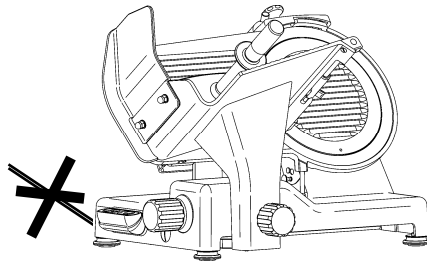

Abb.22
- Nicht an der Maschine oder am Kabel ziehen, um den Stecker abzuziehen (Abb. 22).